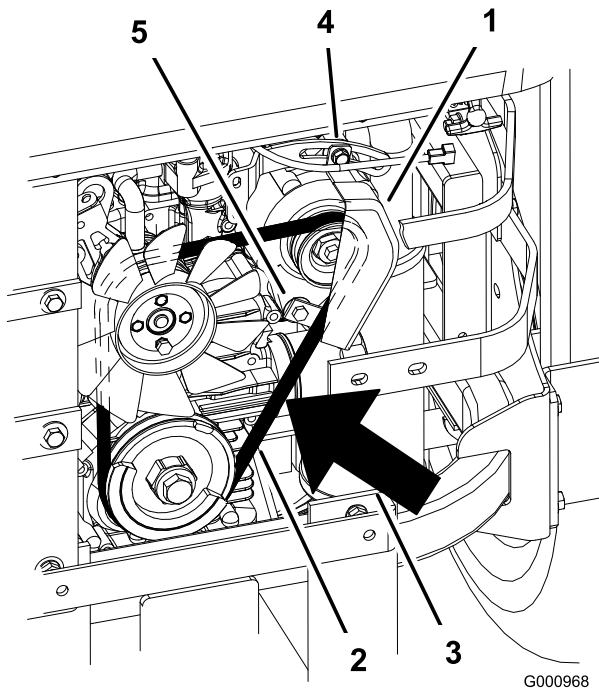

Figure 75
2. Réglez l'alternateur vers l'extérieur jusqu'à ce que la courroie présente une flèche de 7 à 9 mm quand une force de 10 kgf est exercée entre les poulies du moteur et de l'alternateur (Figure 75).
5. Si la flèche est correcte, serrez les boulons inférieur et supérieur (Figure 75).